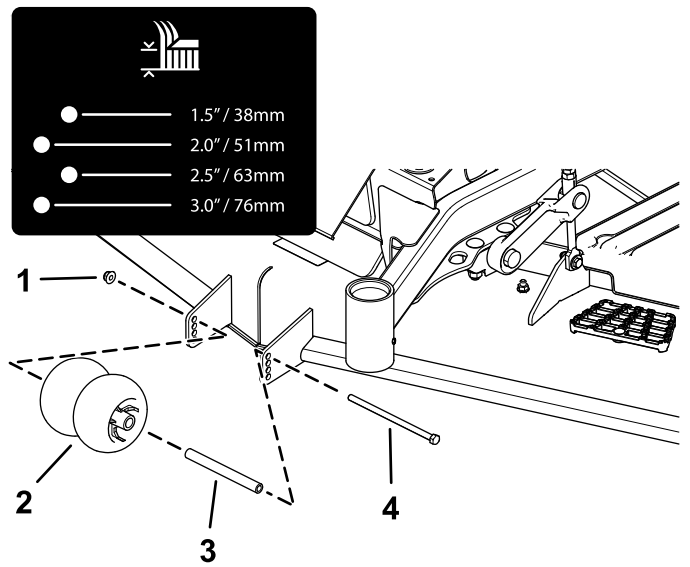
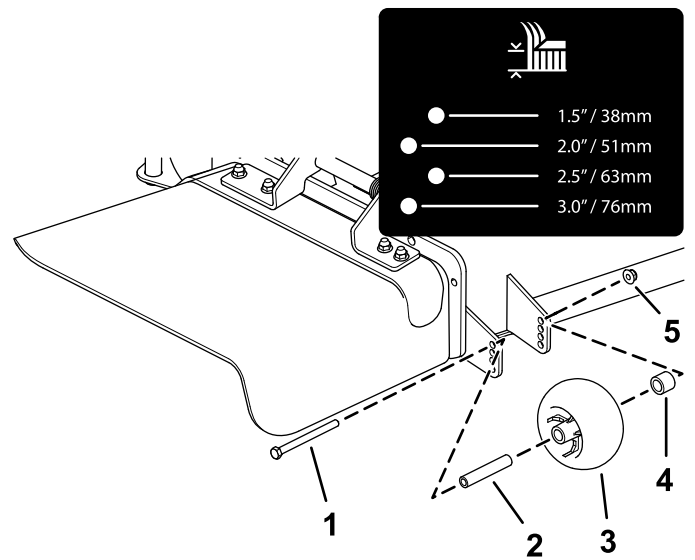
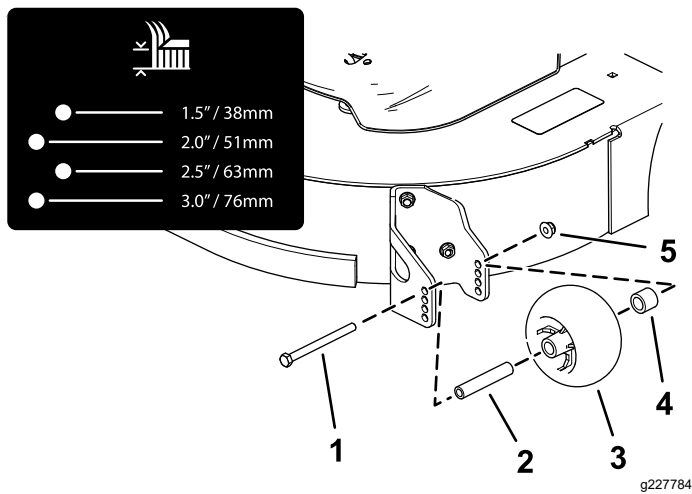
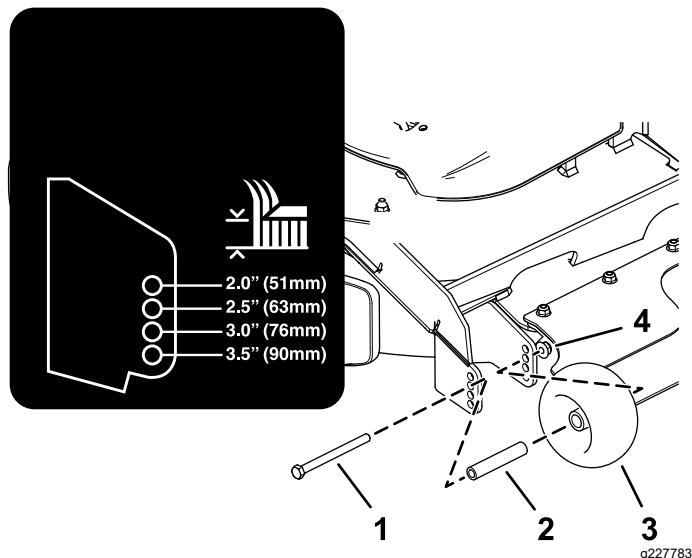

Figura 25
Figura 26
Figura 27
Figura 28
4. Ajuste los rodillos protectores del césped, tal y como se muestra en la Figura 25, la Figura 26, la Figura 27 y la Figura 28.